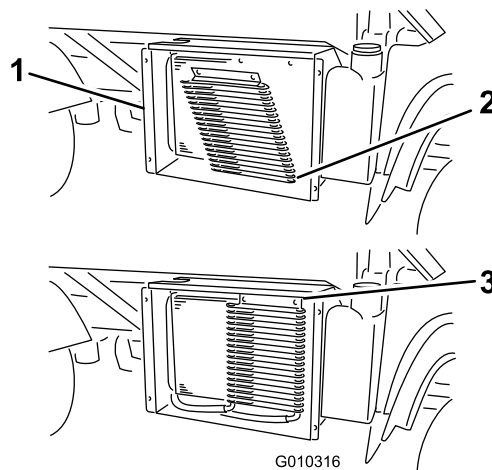

Figura 32
4. Caso esteja equipado, rode as patilhas e incline o refrigerador de óleo afastando-o do radiador (Figura 32).